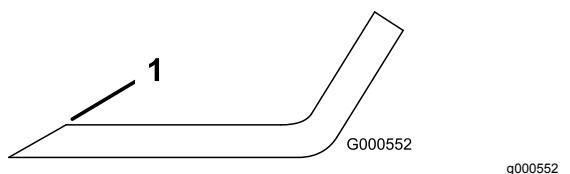

Figura 65
1. Utilize uma lima para afiar aresta de corte em ambas as extremidades da lâmina (Figura 65).
- Nota:** Se lâmina não estiver equilibrada, lime algum metal da extremidade da aba apenas (Figura 65).